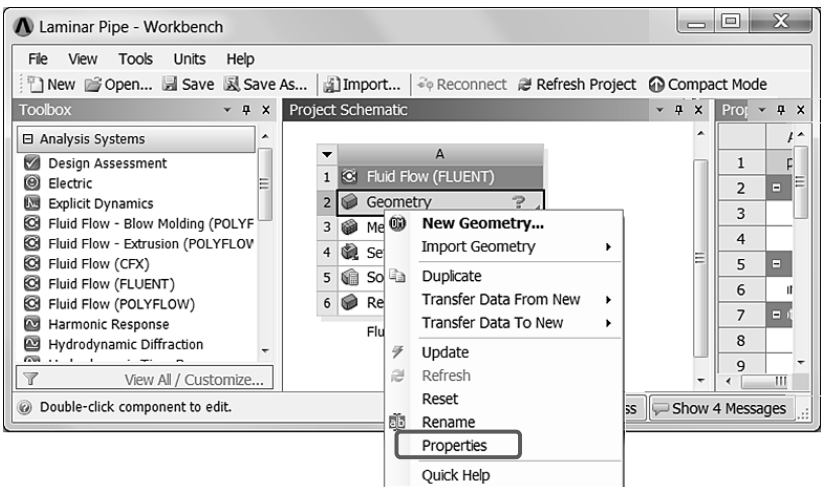

Рис. 1.5
- 5) В окне Project Schematic (окна Workbench) кликните правой кнопкой мышки на Geometry и выберите Properties, как показано на рис. 1.5. В правой части окна Workbench появится окно Property of Schematic.